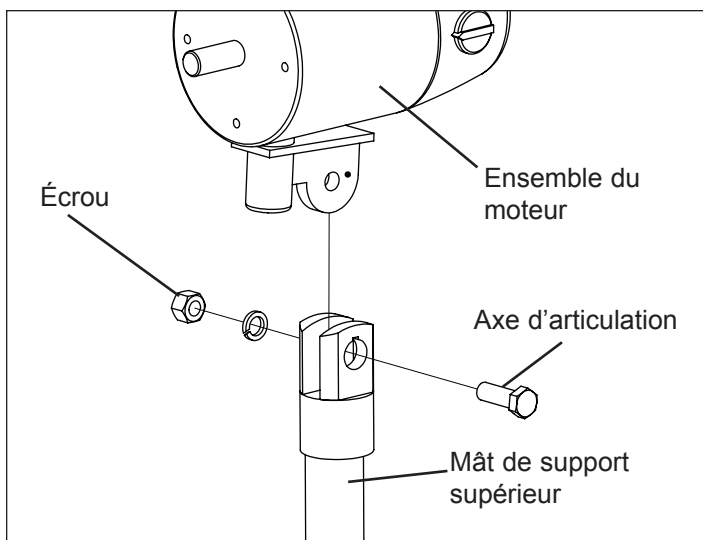

Figure 1 : Fixation du moteur à l'ensemble de support du moteur
- Vissez fermement les vis à embase (5) à l'aide de la clé/du tournevis cruciforme.
- Fixez le bloc-moteur avec l'axe d'articulation (M12*40), l'écrou (M12) et la rondelle (Figure 1). Serrez l'écrou fermement à l'aide de la clé. Serrez la vis de réglage.